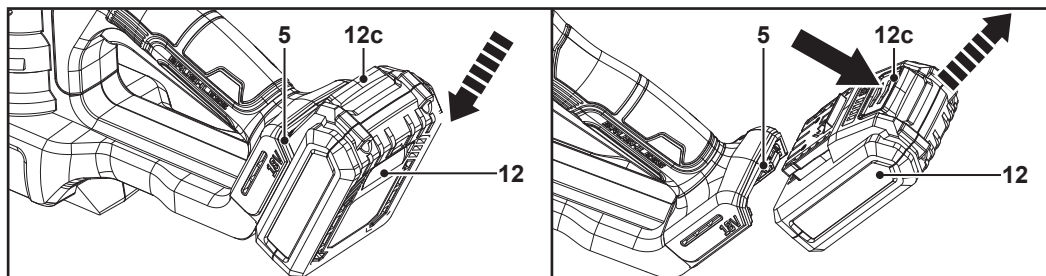
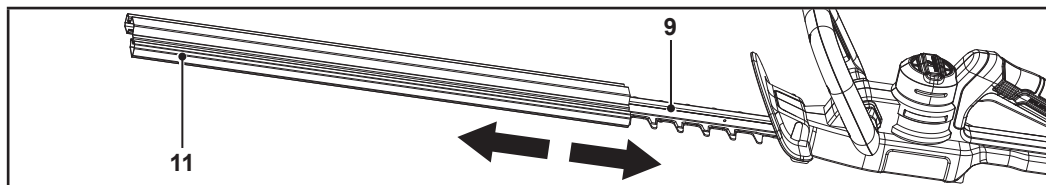

Fig. 2
Fig. 4
**Protège-lame (11) :** lorsque la machine n'est pas utilisée, retirer la batterie (12) (Fig. 2) et installer le protège-lame sur la lame (9) (Fig. 4). Cela permet de protéger la lame, d'éviter les blessures par coupure et d'endommager d'autres objets.
**Installation :** Aligner la batterie (12) sur le port de connexion de la batterie (5) et la faire glisser. S'assurer qu'elle s'enclenche (Fig. 2).
**Retrait :** Appuyer sur le bouton de déverrouillage (12c), puis retirer la batterie (12) du port de connexion de la batterie (5) (Fig. 2).
**AVERTISSEMENT ! TOUJOURS RETIRER LA BATTERIE (12) AVANT DE RETIRER/ D'INSTALLER LE PROTÈGE-LAME (11).**
**LORSQUE LA MACHINE N'EST PAS UTILISÉE, RETIRER LA BATTERIE (12) ET INSTALLER LE PROTÈGE-LAME (11) SUR LA LAME (9). CELA PERMET DE PROTÉGER LA LAME, D'ÉVITER LES BLESSURES PAR COUPURE ET D'ENDOMMAGER D'AUTRES OBJETS.**
**Retrait :** Faire glisser le protège-lame (11) hors de la lame (9) (Fig. 4).
**Installation :** Faire glisser le protège-lame (11) sur la lame (9) (Fig. 4).